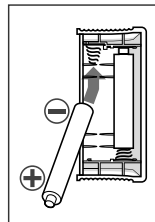

Fig.3
2. Montați în compartiment 2 baterii de tip "AA". Asigurați-vă că polaritatea corespunde simbolurilor (+) și (-), indicate în interiorul compartimentului. Bateriile se montează ușor prin apăsarea cu capătul "-" asupra arcului (fig. 3).